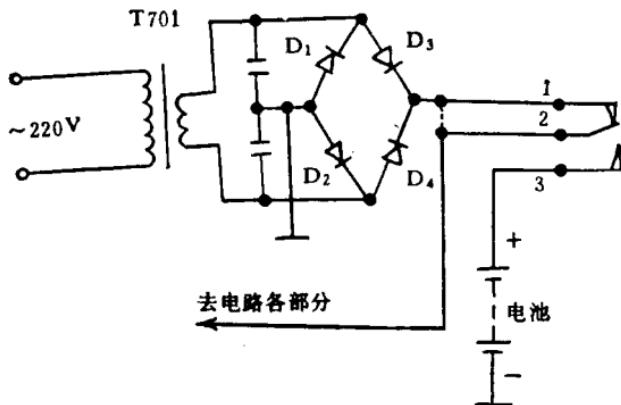

图5-1 交直流转换开关
1、2两点电阻值（见图5-1），表针无指示（正常值应为零）。显然，故障是交流转换开关触点断路。
此插座（交直流转换开关与市电插座为一体化结构）应急修理方法是：将图5-1中的1、2两点用锡焊连，也同样能实现交直流转换。原理是：当电源插头拔离机上插座时，图中的2、3点自动导通，由电池给电路供电。1、2两点虽已焊连，但因整流二极管D₃、D₄得到反向电压，处于截止状态，不会将电池短路。当插入电源插头后，图中2、3点自动断开，1、2点又早已焊连，此时由整流电源给电路供电。